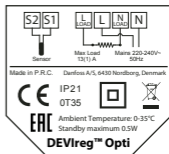

Рис. 2
3. Подключите терморегулятор в соответствии с монтажной схемой см. Рис.2.